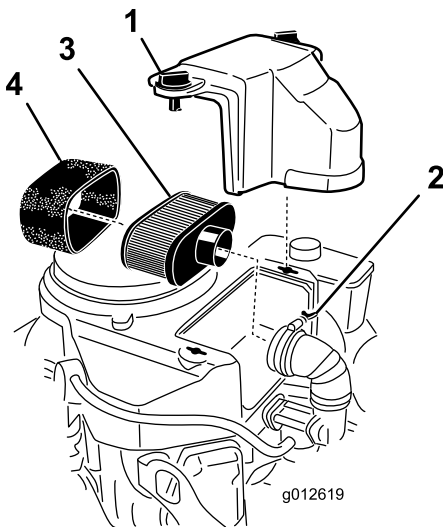

Figura 41
3. Para evitar qualquer dano, limpe à volta do filtro de ar para impedir a entrada de impurezas para o interior do motor (Figura 41).
4. Desaperte os botões da cobertura e retire a cobertura do filtro de ar (Figura 41).
5. Desaperte o dispositivo de fixação de tubagem e retire o conjunto do filtro de ar (Figura 41).
6. Retire cuidadosamente o filtro de esponja, passando pelo filtro de papel (Figura 41).
Nota: Se estiver muito sujo, substitua o elemento de papel por um novo (Figura 41).
1. Coloque cuidadosamente o filtro de esponja, passando pelo filtro de papel (Figura 41).
2. Coloque a estrutura do filtro do ar na base do filtro do ar ou tubo e prenda-a (Figura 41).
3. Coloque a cobertura do filtro de ar na sua posição e aperte o botão da cobertura (Figura 41).